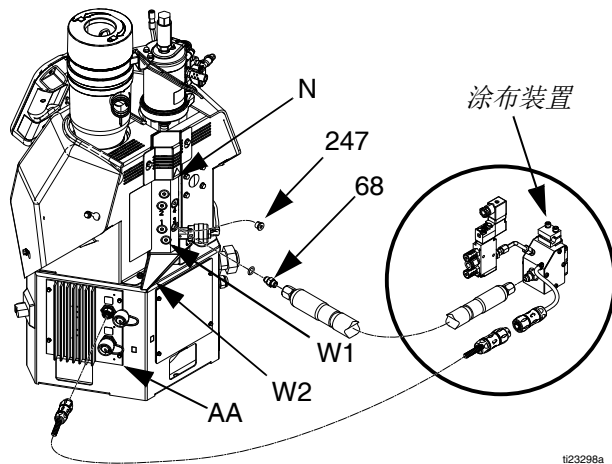

图 9
6. 安装加热软管，参见图 9：
- 在与熔化器相连的排放槽 (W2) 上放一块抹布。产品出厂后系统内可能存在残油。参见图 9。
- 使用 1/4 英寸的内六角扳手将排放口的插塞 (W1) 卸下。参见图 9。
- 待流体排放结束，重新装上排放口插塞 (W1)，然后拿开抹布。参见图 9。
- 将熔化器上最低编号出口处的插塞 (247) 卸下。不要使用排放塞 (W1)。参见图 9。
注：在下列步骤中，应注意将液压接头 (68) 的 O 形圈朝向系统。参见图 9。
- 将随附的液压接头 (68) 与 O 形圈安装到开启的排放口中，然后用 11/16 英寸的扳手或套筒将其拧紧。
- 将软管安装到液压接头 (68) 上，阳极插塞一侧朝向系统。用 11/16 英寸的扳手将软管紧固在液压接头上 (68)。
- 按照软管流体出口编号，将 MZLP (AA) 连接器放在相同编号处。卸下连接器端盖，然后从加热软管处开始安装连接器。参见图 9。
7. 安装涂布器，参见图 9。
- 将加热软管流体出口与涂布器流体入口相连。用 11/16 英寸的扳手拧紧。参见图 9。
- 对于 Graco 涂布器，请将涂布器插塞与加热软管插塞相连。参见图 9。